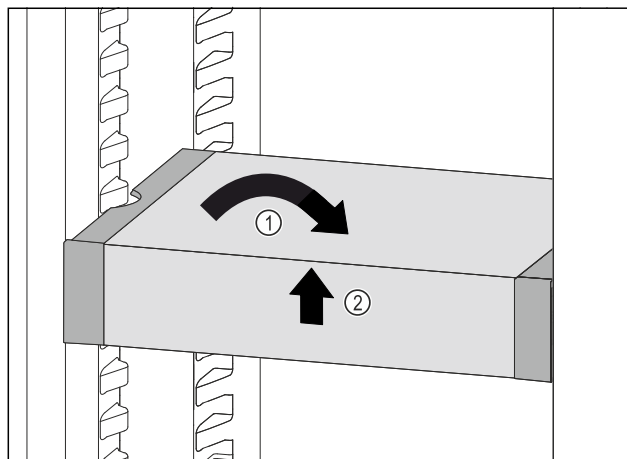

Fig. 64
- ▶ Plasser VarioSafe rett. *Fig. 64 (1)*
- ▶ Løft VarioSafe opp i forkant. *Fig. 64 (2)*